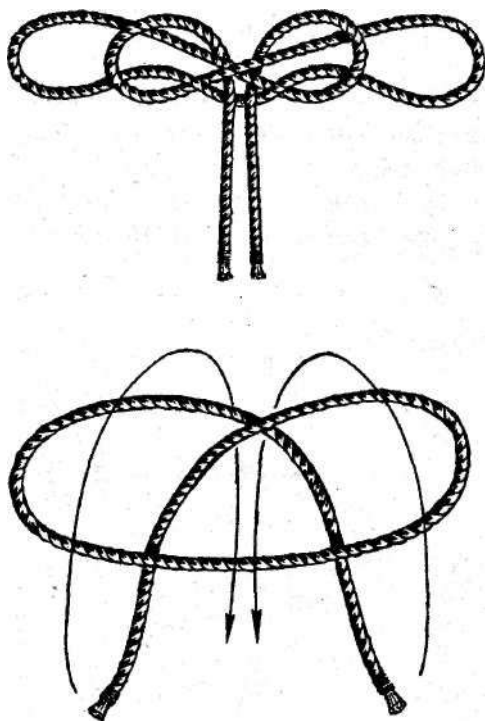

**Рис. 97. Двойной проводник**
**Способ завязывания** данного узла показан на **рис. 97**. Его также можно завязать на любом участке веревки.